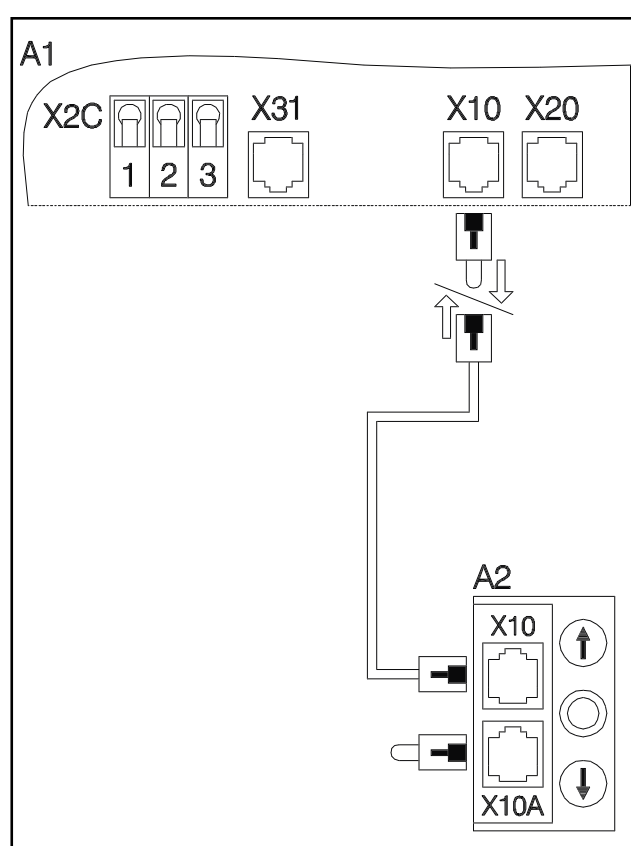

Fig. 4: collegamento della pulsantiera a foglia
- Collegare la pulsantiera con la centralina come illustrato in fig 4.